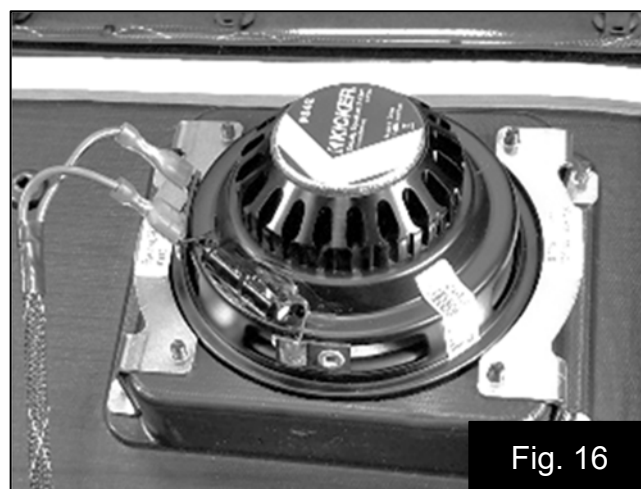

Fig. 16
26. Raccordez les fils des haut-parleurs aux haut-parleurs. Fig. 16